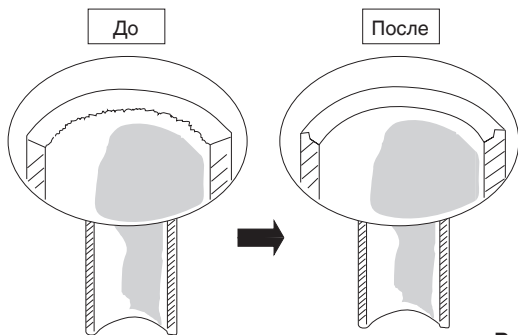

Рис. 5-1
- Удалите заусенцы на конце медной трубы с помощью развертки или напильника. Этот процесс является очень важным и должен выполняться осторожно, чтобы получилось хорошее коническое соединение. Следите за тем, чтобы загрязнения (влага, грязь, металлические опилки и т.п.) не попали в трубопровод. (Рис. 5-1 и 5-2)